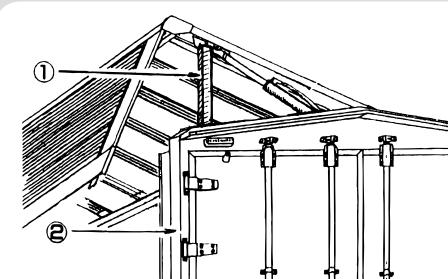

図1
油圧装置のメンテナンスの時には、必ずウイングの前後に支柱を入れて、下降しないようにしてから作業を行ってください。(図1-①)
フレーム等の加熱修理の場合には、配管チューブが熱により損傷しない様、加熱保護対策を施し、又は、油圧ホースを取り外してから修理を行ってください。特に、コーナーポスト4ヶ所(図1-②)内には、見えない部分に配管されておりますので、注意が必要です。